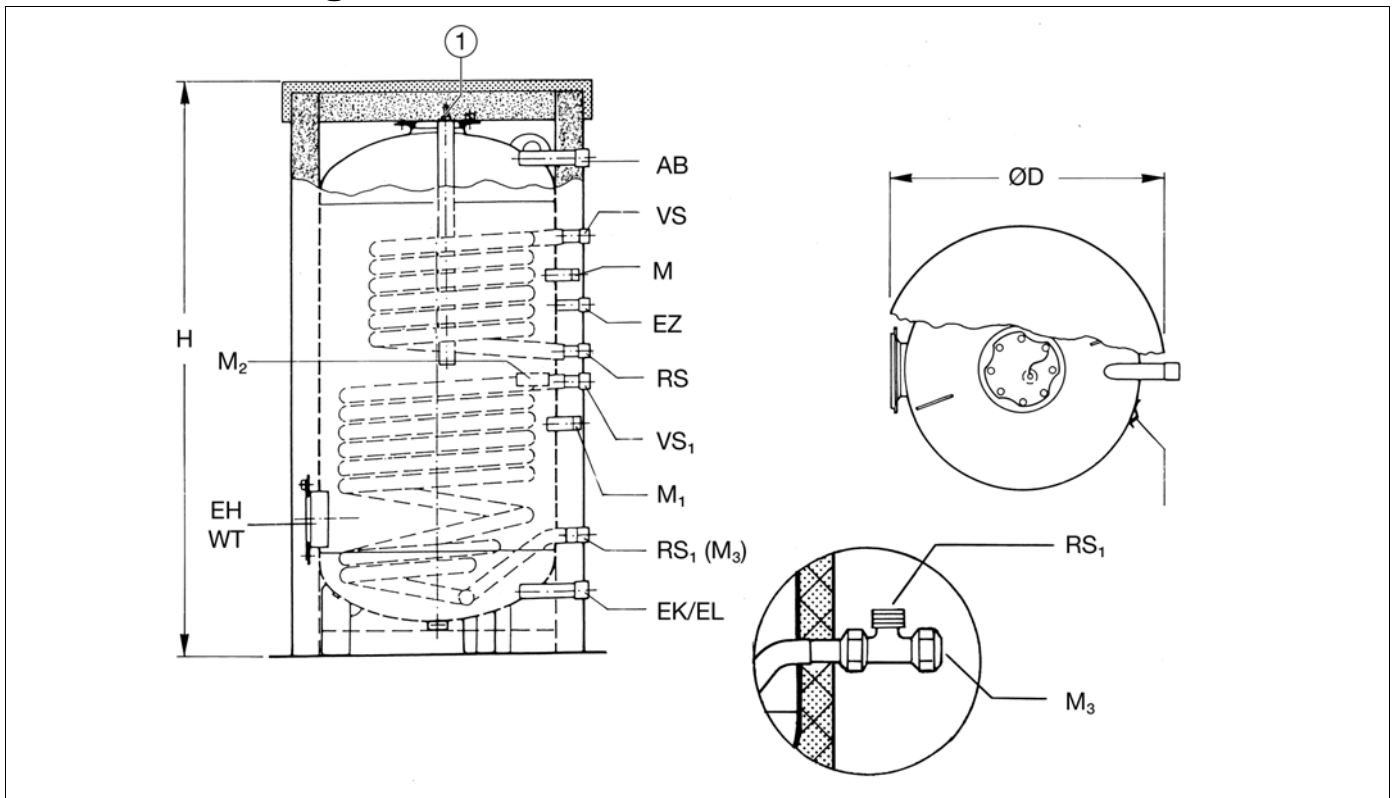

Abb. 1
- Fühler in Tauchhülse "M" (Regelung über Heizkessel) an Speicherrückseite montieren (Abb. 1).